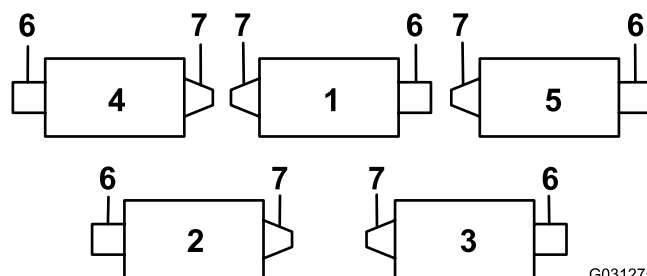
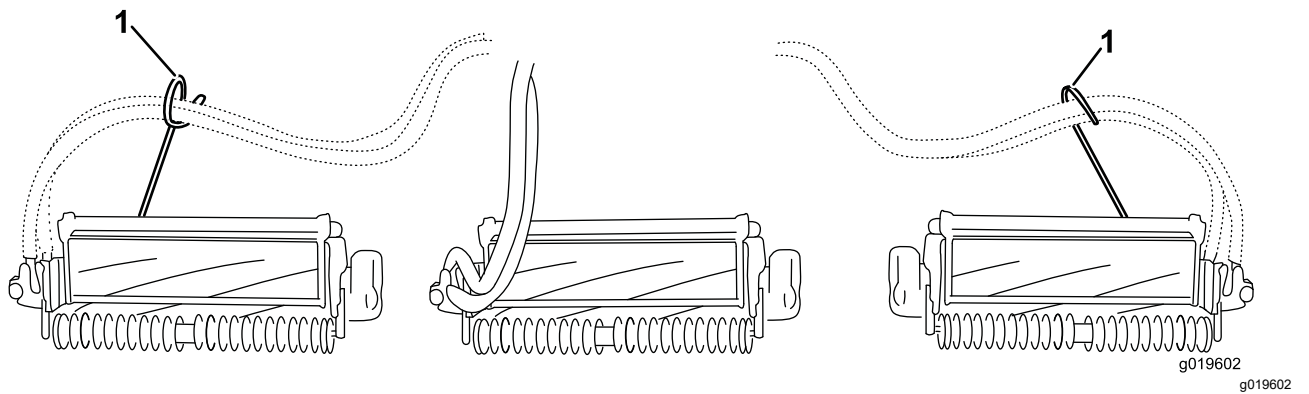
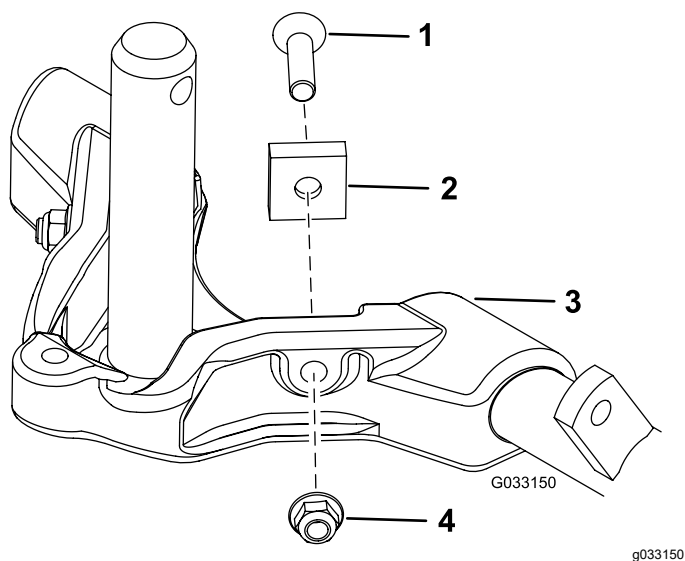

图 12
图 14
图 15
重要事项 在 4 号滚刀组左前和 5 号滚刀组右前上用杆支架安装螺母将软管导向架安装到滚刀组凸耳的前面。软管导向架应偏向于中心滚刀组图 12 至图 14。
7. 拆去后2号和3号滚刀组承载架上的2个枢轴垫片、六角螺丝和凸缘锁紧螺母图 15增强后滚刀组的转向力度请参阅 图 12。